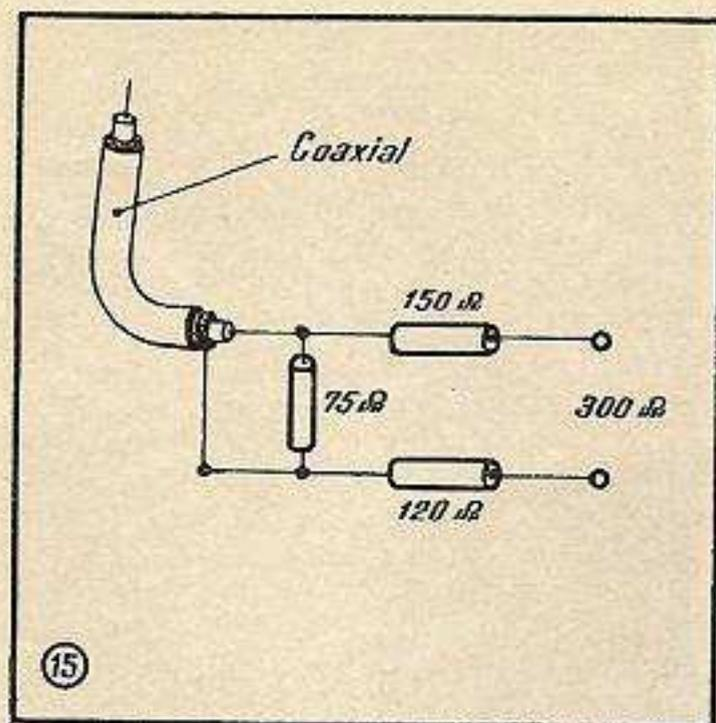

Fig. 15. — Réalisation d'une adaptation 75/300 Ω.
prévus pour une entrée à 300 Ω. Or, la plupart des générateurs H.F. vendus actuellement ont une impédance de sortie de 75 Ω, et leur cordon est constitué par un câble coaxial de cette caractéristique. Le générateur H.F. **Centrad** (923) que nous avons utilisé, possède un adaptateur 75/300 que l'on peut fixer à l'extrémité du câble de sortie, mais on n'a pas toujours sous la main un tel adaptateur. On peut facilement en monter un suivant le schéma de la figure 15.